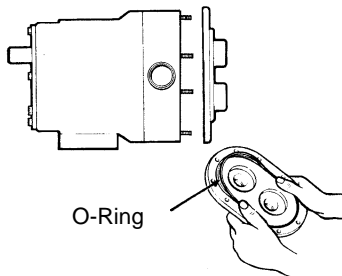

Abbildung 32 – Abnehmen des O-Rings
2. Abnehmen des Deckels. Falls er klemmt, lösen Sie ihn mit einem weichen Hammer. Entfernen und entsorgen Sie den O-Ring des Deckels (Abbildung(Abbildung 32)).